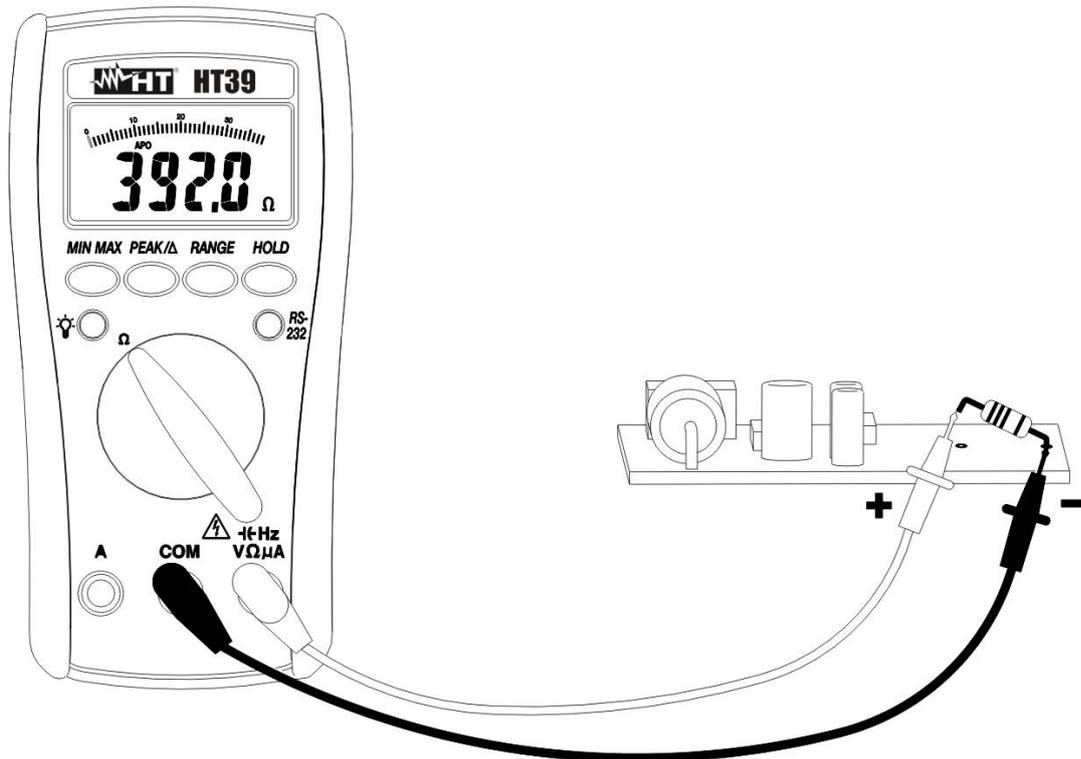

Abb.7: Widerstandmessung oder Durchgangsprüfung
2. Verbinden Sie die Messleitungen wie folgt, die rote  $\rightarrow$  Hz V  $\Omega$   $\mu$  A Buchse und die schwarze in COM Buchse (Abb. 7).